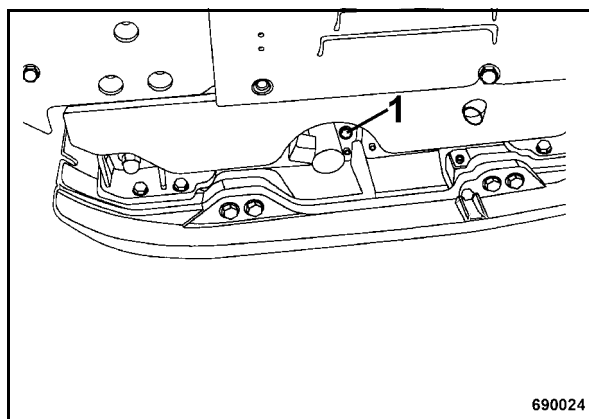

рис. 47
- Вывинтить вентиляционную пробку (рис. 47).